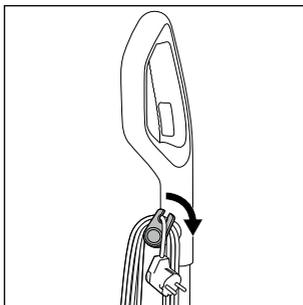

Fig. 12
- ◆ Desenrolle el cable de red **17** completamente del enganche superior e inferior del enrollables **16/20**. Para desenrollar el cable de red **17** rápidamente del enrollables **16/20**, tire del enganche superior del enrollables **16** ligeramente hacia fuera y gírelo hacia abajo (consulte la fig. 12).